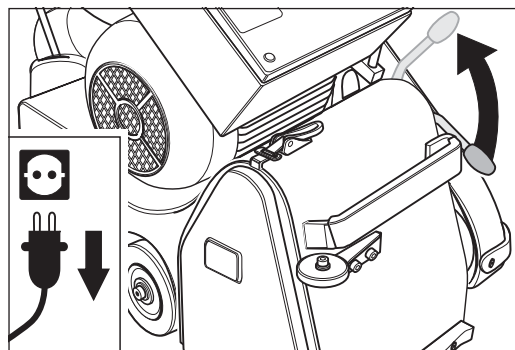

Abb. 7 Den Bedienungshebel des Aggregats nach oben ziehen.
- 8 Zum Auflegen eines Schleifbandes ziehen Sie den Bedienungshebel des Aggregats nach oben, wodurch die Spannwalze abgesenkt wird (Abb. 7).